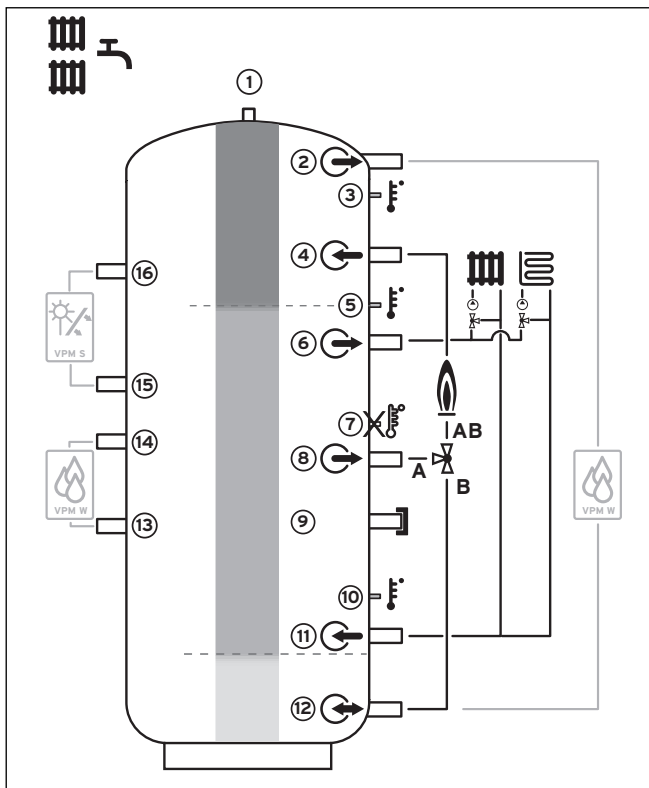

Fig. 3.2 Bufferbeholder VPS/2: Eksempel på tilslutning for beboelsesområde
- Føler 1 registrerer temperaturen i komfortområdet for varmtvandsopvarmningen (de øverste 10 % af beholderens volumen), se 3 i fig. 3.2 og 3.3.
- Føler 2 registrerer temperaturen i området for normal varmtvandsopvarmning (underliggende 20 % eller 40 %), se 5 eller 7 i fig. 3.2 og 3.3.
- Føler 3 (område til rumopvarmning) står for de underliggende 50 eller 30 % af opvarmningsforsyningen, se **10** i fig. 3.2 og 3.3.
- Varmtvandsopvarmning og varmeanlæg i beboelsesområder (se fig. 3.2)